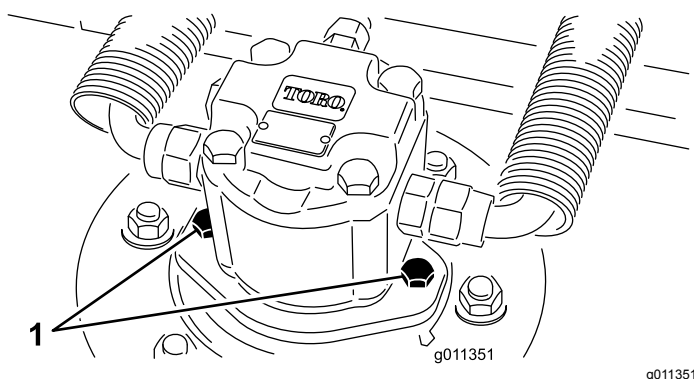

Figura 81
2. Desligue e retire o motor hidráulico da plataforma (Figura 81). Cubra a parte superior do eixo para não o sujar.
4. Instale o motor hidráulico na plataforma (Figura 81). Verifique se o anel de retenção está posicionado corretamente e não está danificado.